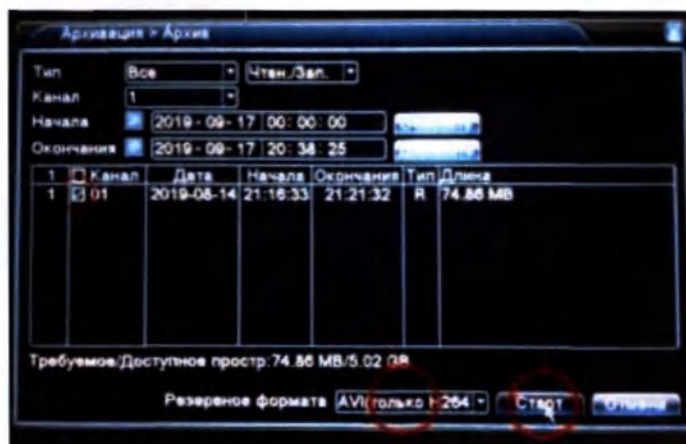

Рис. 13 – Окно «Архив»
- В открывшемся окне «Архив» (Рис. 13)